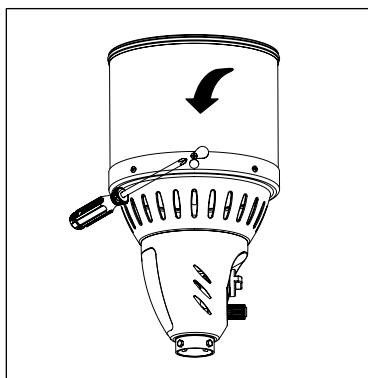

Figura 1
1. Gire la perilla de control a la posición “APAGADO” (O).
3. Abra el pozo de engrase deslizando la cubierta hacia ambos lados (Figura 1).